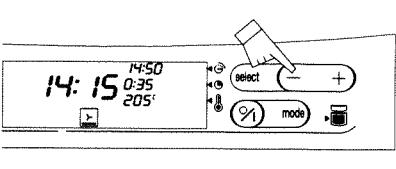

Fig. 7
3. Modifique la temperatura (de 5°C en 5°C), si fuera necesario, pulsando la tecla  1 vez (fig. 6) y las teclas (- +) (fig. 7).